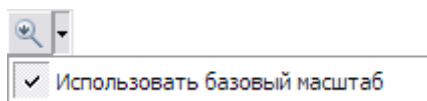

Рис. 3.118
Базовый масштаб будет применен для линий, которые мы рисуем сами, например, для выносок, если после его установки будет выбран пункт **Использовать базовый масштаб** (Рис. 3.118).
3. Выберите пункт **Использовать базовый масштаб** (Рис. 3.118).